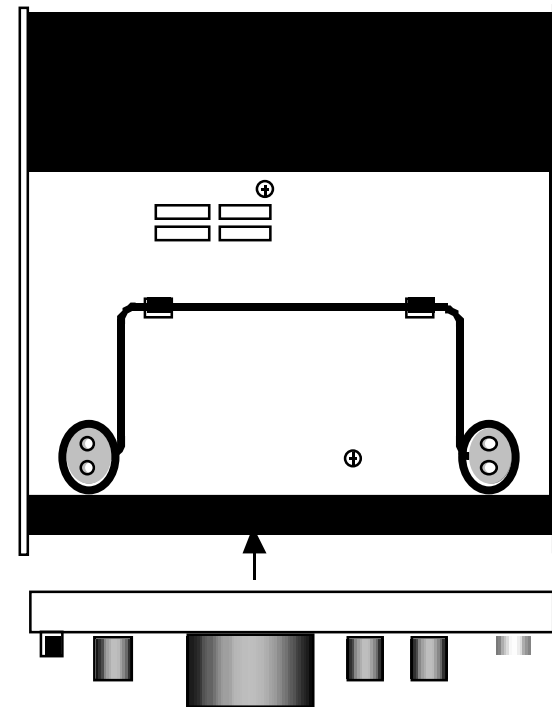

Figura 6-10
- Sitúe la tapa inferior como se muestra en la Figura 6-10 y asegúrela con 6 tornillos de chasis. (El dissipador de calor y los pies traseros serán instalados cuando montemos la transmisión, Parte III.)
- Con todo el montaje todavía boca abajo o descansando sobre uno de los paneles laterales, ensamble el panel frontal a la placa RF (Figura 6-10). Alinee los dos montajes de forma que el conector J1 en la parte inferior de la PCI del panel frontal se acople a P1 en la cara inferior de la placa RF. La flecha de la Figura 6-10 muestra aproximadamente la posición de P1 en la placa RF.